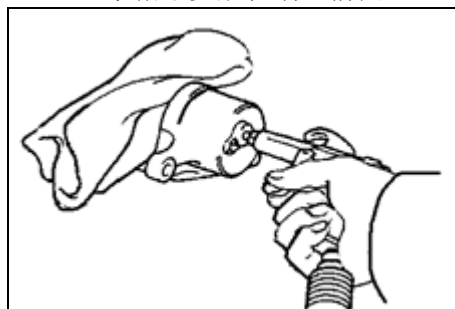

图 3—16
13) 拆卸活塞油封。用螺丝刀从制动分泵中取下油封，如图3—17 所示。